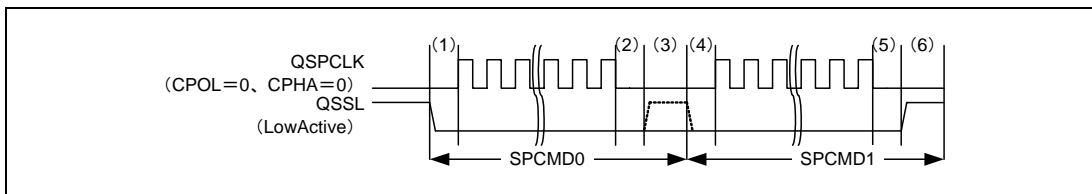

図 40.13 QSSL 信号レベル保持を利用したバースト転送の例 (Single-SPI モード)
もう一つの方法はシリアル転送終了後、次のシリアル転送まで QSSL をアサートし続けることでバースト転送を実行する方法です。コマンドレジスタ 0~3 (SPCMD0~3) の QSSL 信号レベル保持ビット (SSLKP) を 1 に設定すると、そのコマンドレジスタに対応する転送終了から次の転送までの間 QSSL 信号をアサートし続けます。QSSL 信号レベル保持機能を利用したバースト転送の例を図 40.13 に示します。図中 (1) ~ (6) の動作内容を以下に説明します。